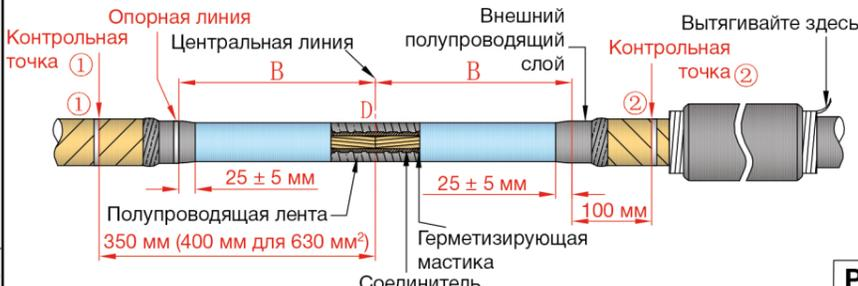

Рис. 3
- 3.3 Измерьте расстояние между местами среза изоляции и определите центральную точку D. Измерьте расстояние B (значения приведены в таблице ниже) от точки D и установите эту точку в качестве опорной линии, как показано на рис. 3. Расстояние между опорной линией и срезом полупроводящей оболочки должно быть 25 ± 5 мм. Отмерьте 350 мм (400 мм для сечения 630 мм²) и B+100 мм от точки D до медного экрана в качестве контрольной точки (1) и (2).